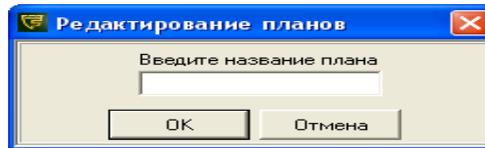
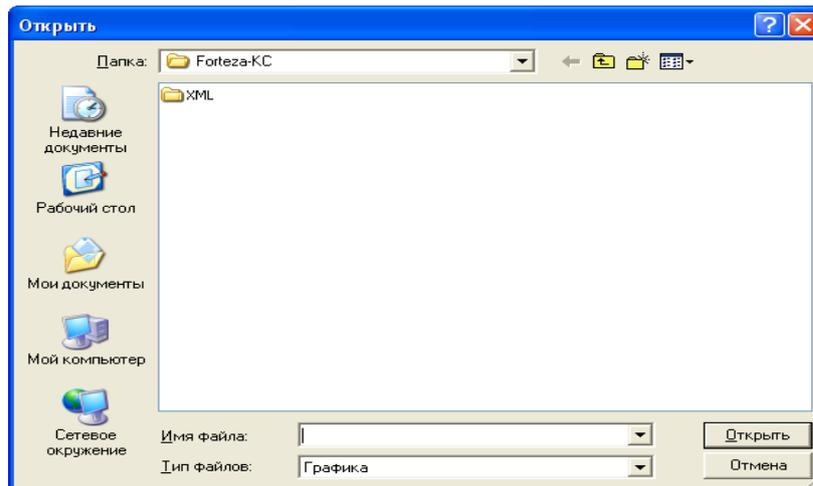
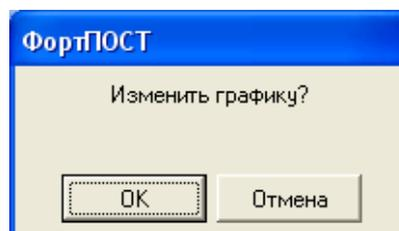

Рисунок 6.22
Рисунок 6.23
Рисунок 6.24
- «Добавить план». Для добавления графического плана установите указатель мыши на подпункт «Добавить план» и нажмите левую кнопку мыши, появится окно (рисунок 6.22). Введите название плана. В появившемся окне (рисунок 6.23) выберите нужное графическое изображение в формате jpeg или jpg. Нажмите кнопку «Открыть». На панели графических планов появится новая вкладка с выбранным изображением.
- «Изменить план». Для изменения названия или изображения графического плана установите указатель мыши на подпункт «Изменить план» и нажмите левую кнопку мыши, появится окно (рисунок 6.22), в поле название будет выведено старое название плана. Введите новое название плана. Нажмите кнопку «ОК». В появившемся окне (рисунок 6.24) нажмите кнопку «ОК» для смены графического изображения или кнопку «Отмена», если изображение не нужно менять. На панели графических планов изменится название вкладки с выбранным изображением и само изображение в случае его замены.